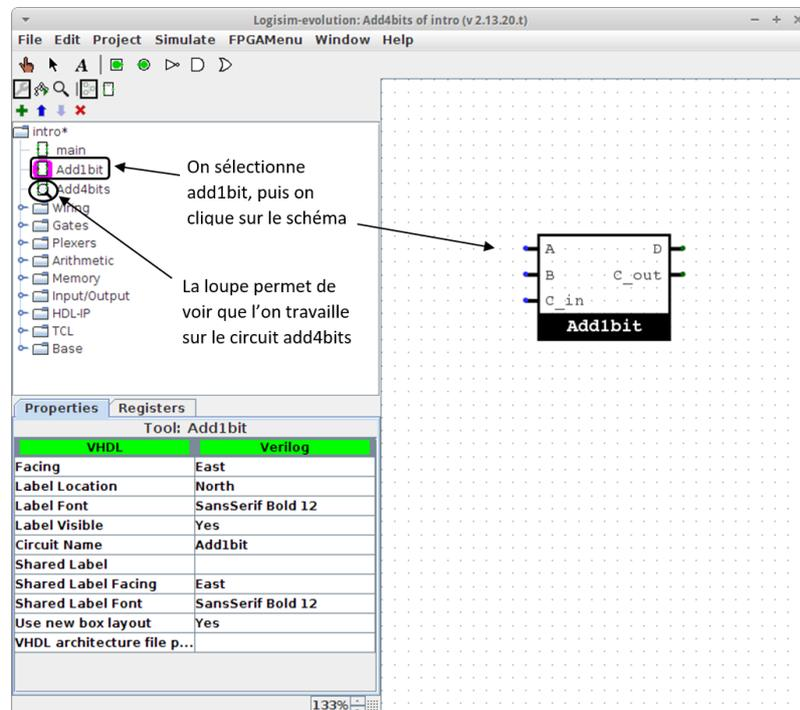

FIGURE 6. Sous circuit
- Il est alors possible d'ajouter un sous circuit `add1bit` de la même manière que l'utilisation d'un composant quelconque. On clique sur `Add1bit` dans le menu indiqué sur la Figure 6, puis on le place en cliquant sur le circuit.